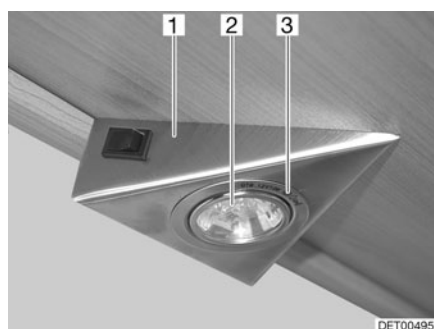

Fig. 183 Lampe halogène encastrée
La lampe halogène est encastrée dans un boîtier (Fig. 183,1).
- Desserrer la bague de recouvrement intérieure (Fig. 183,3) du boîtier avec un tournevis.
- Retirer l'ampoule halogène (Fig. 183,2).